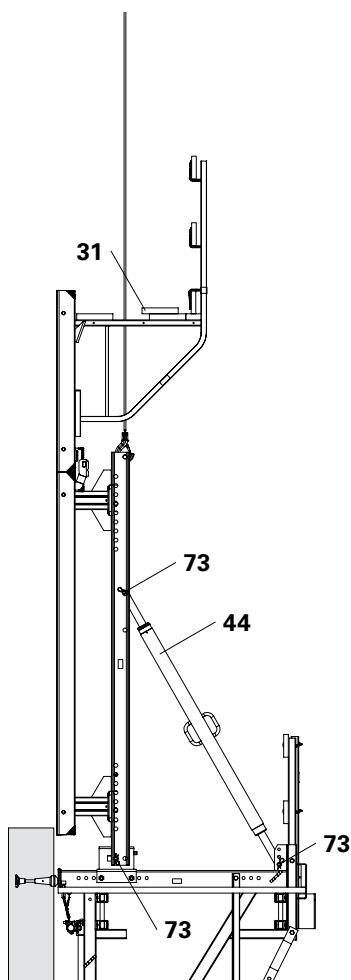
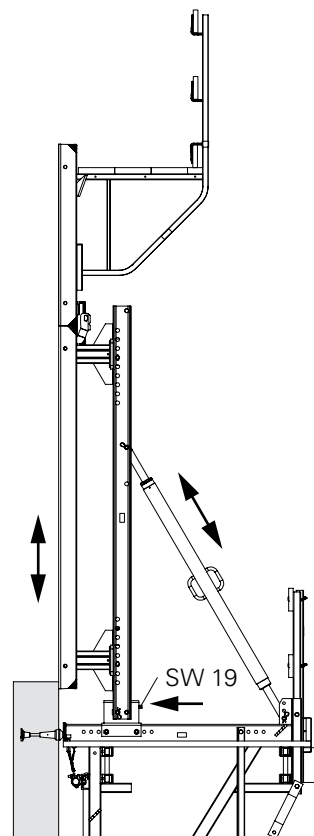

Fig. B2.17c
Fig. B2.17d
5. Fissare il puntone di stabilizzazione CB 164-224 (44) con perno $\varnothing 25 \times 180$ (73) e inserto a molla 4/1 alla mensola. Regolare approssimativamente la lunghezza del puntone e fissare al corrente verticale CB (70). (Fig. B2.17c)
6. Sganciare l'imbracatura della gru. Chiudere l'impalcato (31) della piattaforma di getto.
7. Ruotare la slitta (16.2) del dispositivo di posizionamento CB con cassaforma verso la parete, Ch 19. (Fig. B2.17d)
8. Regolare la cassaforma, v. B3. (Fig. B2.17d)